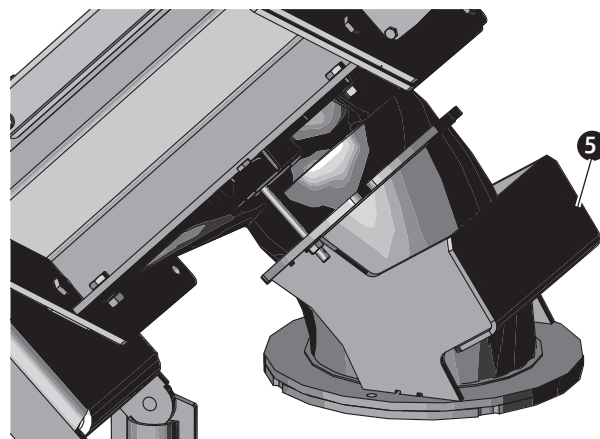

Fig. 147 Flangia curva [5] agganciata in alto all'unità di trasferimento
**SOLO per coclea verticale a 45°:** avvitare la flangia curva [5] all'unità di trasferimento in alto con 2 viti a testa esagonale M8x110 – Fig. 147.